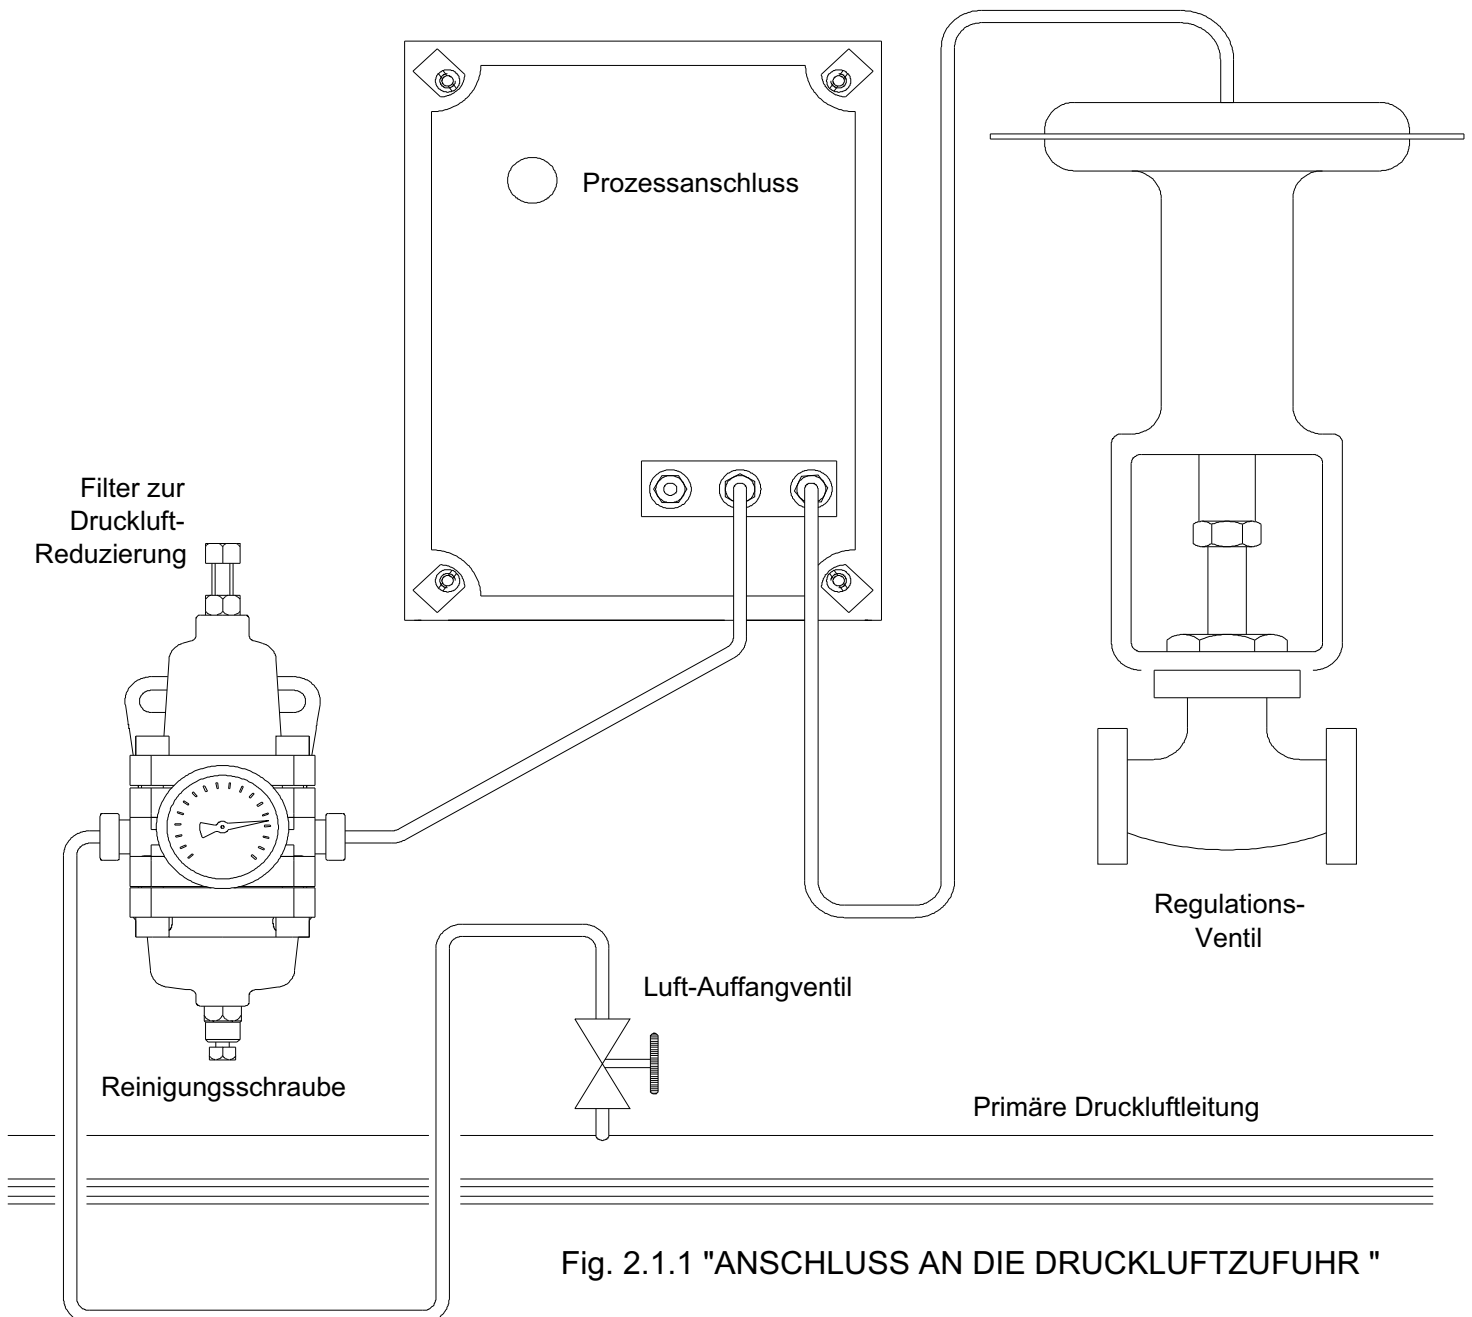
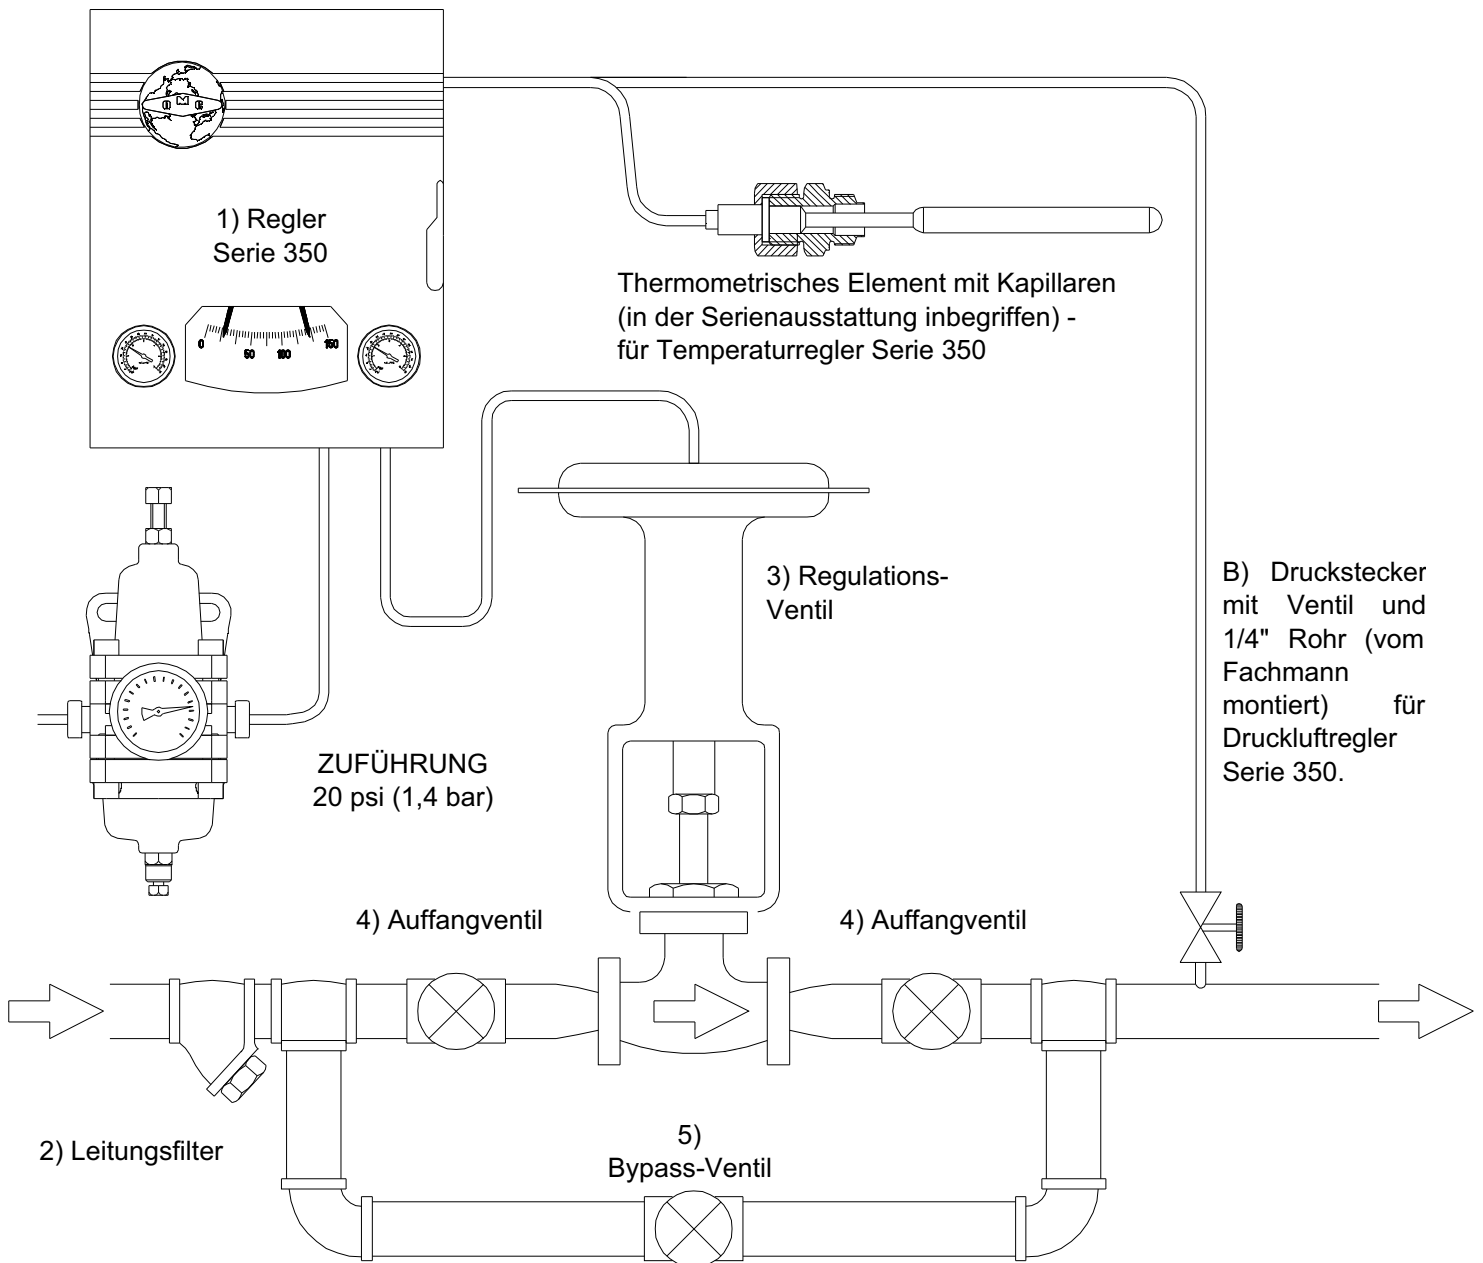

Fig. 2.1.1 "ANSCHLUSS AN DIE DRUCKLUFTZUFUHR "
Fig. 2.2.1 "ANSCHLUSS AN DAS REGULATIONSVENTIL"
### 2.1. ANSCHLUSS AN DIE DRUCKLUFTZUFUHR (Fig. 2.1.1)
## 2.2. ANSCHLUSS AN DAS REGULATIONSVENTIL (Fig. 2.2.1)
C - Die Auffangventile vor und nach dem Regulationsventil ganz öffnen und vergewissern, daß das Bypass-Ventil geschlossen ist (siehe Fig. 2.2.1).
**C** - Das proportionale Band (10) auf 0% stellen und sicherstellen, daß das Instrument auf die gewünschte Operation eingestellt ist (DIRECT = Ausgangssignal steigt wenn die zu regulierende Variable steigt; REVERSE = Ausgangssignal steigt wenn die zu regulierende Variable fällt).
**D** - Wenn das Regulationsventil (3) mit Bypass-Ventil (5) ausgestattet ist, kontrollieren, daß letzteres gut geschlossen ist und daß das Auffangventil (4) stromabwärts montiert vollständig geöffnet ist (siehe Fig. 2.2.1).
**E** - Langsam das Auffangventil (4), welches vor dem Regulationsventil montiert ist, vollständig öffnen (4, Fig. 2.2.1).
- A** - Den Apparat mit 20 psi ( $\pm 1,5$ ) Druckluft speisen und die Reinigungsschraube des Druckreduktionsfilters öffnen (siehe Fig. 2.1.1) bis sämtliche Kondensrückstände ausgetreten sind.
- B** - Den Knopf mit der Aufschrift "Set-Point" (25) drehen, und den roten Zeiger (22) des Regulators auf den gewünschten Wert einstellen.
- C** - Das proportionale Band (10) auf 20% stellen und sicherstellen, daß das Instrument auf die gewünschte Operation eingestellt ist (DIRECT = Ausgangssignal steigt wenn die zu regulierende Variable steigt; REVERSE = Ausgangssignal steigt wenn die zu regulierende Variable fällt).
- D** - Wenn das Regulationsventil (3) mit Bypass-Ventil (5) ausgestattet ist, kontrollieren, daß letzteres gut geschlossen ist und daß das Auffangventil (4) stromabwärts montiert vollständig geöffnet ist (siehe Fig. 2.2.1).
- E** - Langsam das Auffangventil (4), welches vor dem Regulationsventil montiert ist, vollständig öffnen (siehe Fig. 2.2.1).
- H** - Es kann passieren, daß die Schreibfeder nicht perfekt mit dem roten Zeiger des gewünschten Wertes übereinstimmt. Um diese Abweichung zu eliminieren, den Reset-Knopf manuell drehen (14).
**A** - Den Apparat mit 20 psi ( $\pm 1,5$ ) Druckluft speisen und die Reinigungsschraube des Druckreduktionsfilters öffnen (siehe Fig. 2.1.1) bis sämtliche Kondensrückstände ausgetreten sind.
**B** - Das Ventil (48) für die Integralfunktion im Uhrzeigersinn drehen. Den Knopf mit der Aufschrift "Set-Point" (25) drehen, und den roten Zeiger (22) des Regulators damit auf den Wert 9 psi als Ausgangssignal (21) des Manometers bringen. Das Ventil (48) komplett schließen, indem dieses bis zum Anstehen gegen den Uhrzeigersinn gedreht wird.
**C** - Den Knopf mit der Aufschrift "Set-Point" (25) neuerlich drehen, und den roten Zeiger (22) des Regulators auf den gewünschten Wert einstellen.
**D** - Das proportionale Band durch drehen (10) auf 20% stellen und sicherstellen, daß das Instrument auf die gewünschte Operation eingestellt ist (DIRECT = Ausgangssignal steigt wenn die zu regulierende Variable steigt; REVERSE = Ausgangssignal steigt wenn die zu regulierende Variable fällt).
**E** - Wenn das Regulationsventil (3) mit Bypass-Ventil (5) ausgestattet ist, kontrollieren, daß letzteres gut geschlossen ist und daß das Auffangventil (4) stromabwärts montiert vollständig geöffnet ist (siehe Fig. 2.2.1).
**F** - Langsam das Auffangventil (4), welches vor dem Regulationsventil montiert ist, vollständig öffnen (siehe Fig. 2.2.1).
**I** - Es kann passieren, daß der schwarze Zeiger nicht perfekt mit dem roten Zeiger des gewünschten Wertes übereinstimmt. Um diese Abweichung zu eliminieren, das Ventil (48) für die Integralfunktion graduell öffnen, bis die Zeiger übereinstimmen und danach absichtlich eine Störung herbeiführen, indem der rote Zeiger des Set-Point schnell verstellt wird; beginnt die Schreibfeder auszupendeln, ist das Ventil (48) langsam zu schließen bis die Pendelbewegung abgeklungen ist und die zwei Zeiger übereinanderstehen. Neuerdings eine Störung herbeiführen und die Auspendelung des schwarzen Zeigers kontrollieren; wenn notwendig, noch einmal das Ventil (48) betätigen und die Kontrolle wiederholen.
- A** - Das Ventil für die Derivativfunktion öffnen indem der Knopf (53) im Uhrzeigersinn bis zum Anstehen gedreht wird.
- B** - Den Apparat mit 20 psi ( $\pm 1,5$ ) Druckluft speisen und die Reinigungsschraube des Reduktionsfilters (siehe Fig. 2.1.1) öffnen, bis sämtliche Kondensrückstände ausgetreten sind.
- C** - Das Ventil (48) für die Integralfunktion im Uhrzeigersinn drehen. Den Knopf mit der Aufschrift "Set-Point" (25) drehen, und den roten Zeiger (22) des Regulators, damit auf den Wert 9 psi als Ausgangssignal (21) des Manometers bringen. Das Ventil (48) komplett schließen, indem dieses bis zum Anstehen gegen den Uhrzeigersinn gedreht wird.
- D** - Den Knopf mit der Aufschrift "Set-Point" (25) neuerlich drehen, und den roten Zeiger (22) des Regulators auf den gewünschten Wert einstellen.
- E** - Das proportionale Band durch drehen (10) auf 20% stellen und sicherstellen, daß das Instrument auf die gewünschte Operation eingestellt ist (DIRECT = Ausgangssignal steigt wenn die zu regulierende Variable steigt; REVERSE = Ausgangssignal steigt wenn die zu regulierende Variable fällt).
- F** - Wenn das pneumatische Ventil (3) mit Bypass-Ventil (5) ausgestattet ist, kontrollieren, daß letzteres gut geschlossen ist und daß das Auffangventil (4) stromabwärts montiert vollständig geöffnet ist (siehe Fig.2.2.1).
- G** - Langsam das Auffangventil (4), welches vor dem Regulationsventil montiert ist, vollständig öffnen (siehe Fig. 2.2.1).
- L** - Es kann passieren, daß der schwarze Zeiger nicht perfekt mit dem roten Zeiger des gewünschten Wertes übereinstimmt. Um diese Abweichung zu eliminieren, ist das Ventil für die Integralfunktion (48) graduell zu öffnen, bis die Zeiger übereinstimmen und danach absichtlich eine Störung herbeiführen, indem der rote Zeiger des Set-Point schnell verstellt wird; beginnt der schwarze Zeiger auszupendeln, ist das Ventil langsam zu schließen bis die Pendelbewegung abgeklungen ist und die zwei Zeiger übereinanderstehen. Neuerdings eine Störung herbeiführen und die Auspendelung des schwarzen Zeigers kontrollieren; wenn notwendig, noch einmal das Ventil (48) betätigen und die Kontrolle wiederholen. Zeigt das Manometer bei diesem Vorgang einen Wert kleiner als 4 psi oder größer als 12 psi an, so ist das Ventil für die Derivativfunktion (53) stufenweise zu schließen, bis während der Regelung die Werte in dem Bereich 4÷12 psi liegen.
- A** - Den Apparat mit 20 psi ( $\pm 1,5$ ) speisen und die Reinigungsschraube des Reduktionsfilters öffnen, bis sämtliche Kondensrückstände ausgetreten sind (siehe Fig. 2.1.1).